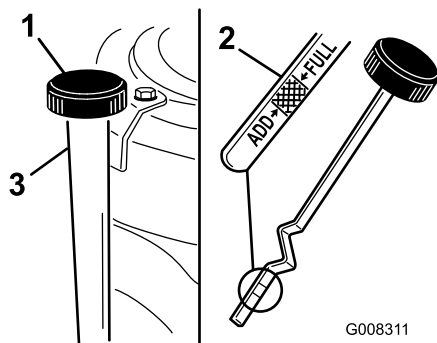

Figura 25
7. Pulite attorno all'asta di livello (Figura 25) in modo che la morchia non possa penetrare nel foro di rifornimento e danneggiare il motore.
8. Svitare l'asta di livello dell'olio e pulire l'estremità metallica (Figura 25).
9. Infilare a fondo l'asta di livello nel bocchettone di rifornimento (Figura 25).
11. Pulire la zona circostante l'asta di livello e svitare il tappo (Figura 25).
12. Versare lentamente nel tubo di rifornimento (Figura 25) l'80% circa dell'olio motore. Vedere Cambio dell'olio motore \(pagina 23\).